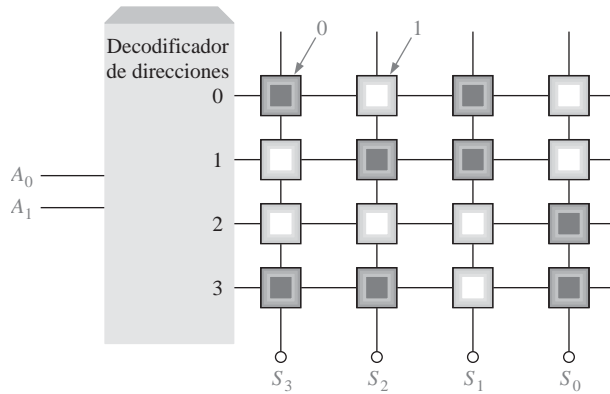

FIGURA 10.81
11. Para la matriz ROM de la Figura 10.81, determinar las salidas para todas las posibles combinaciones de entrada, y resumirlas en forma de tabla (celda en gris claro es 1, celda en gris oscuro es 0).